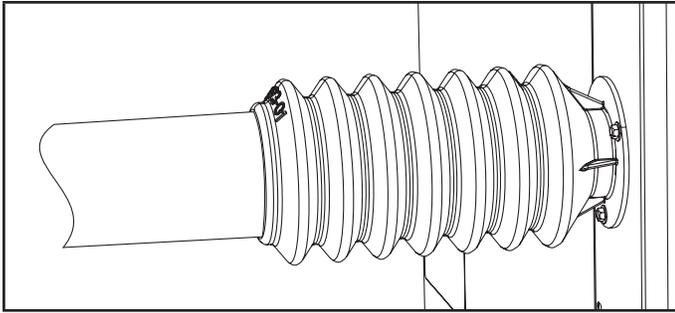

FIGURE 10. Installez de l'Armaflex sur l'extrémité du manchon et serrez.
- 4 - Installez un morceau d'Armaflex fourni sur place sur le collier et l'extrémité du manchon de connexion du jeu de conduites pour éviter la condensation (voir figure 10).